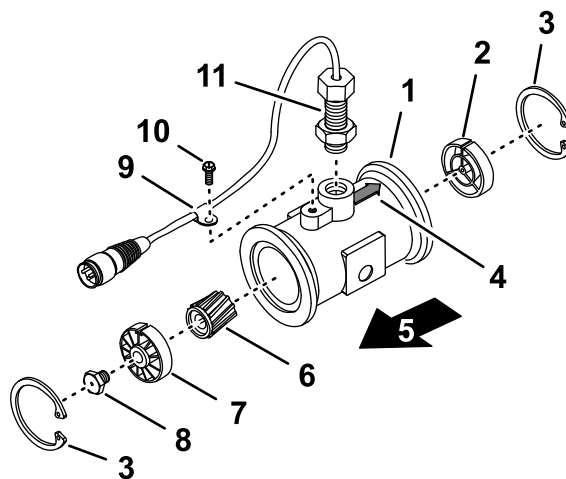

Figure 108
3. Retirez le circlip en amont (Figure 108).